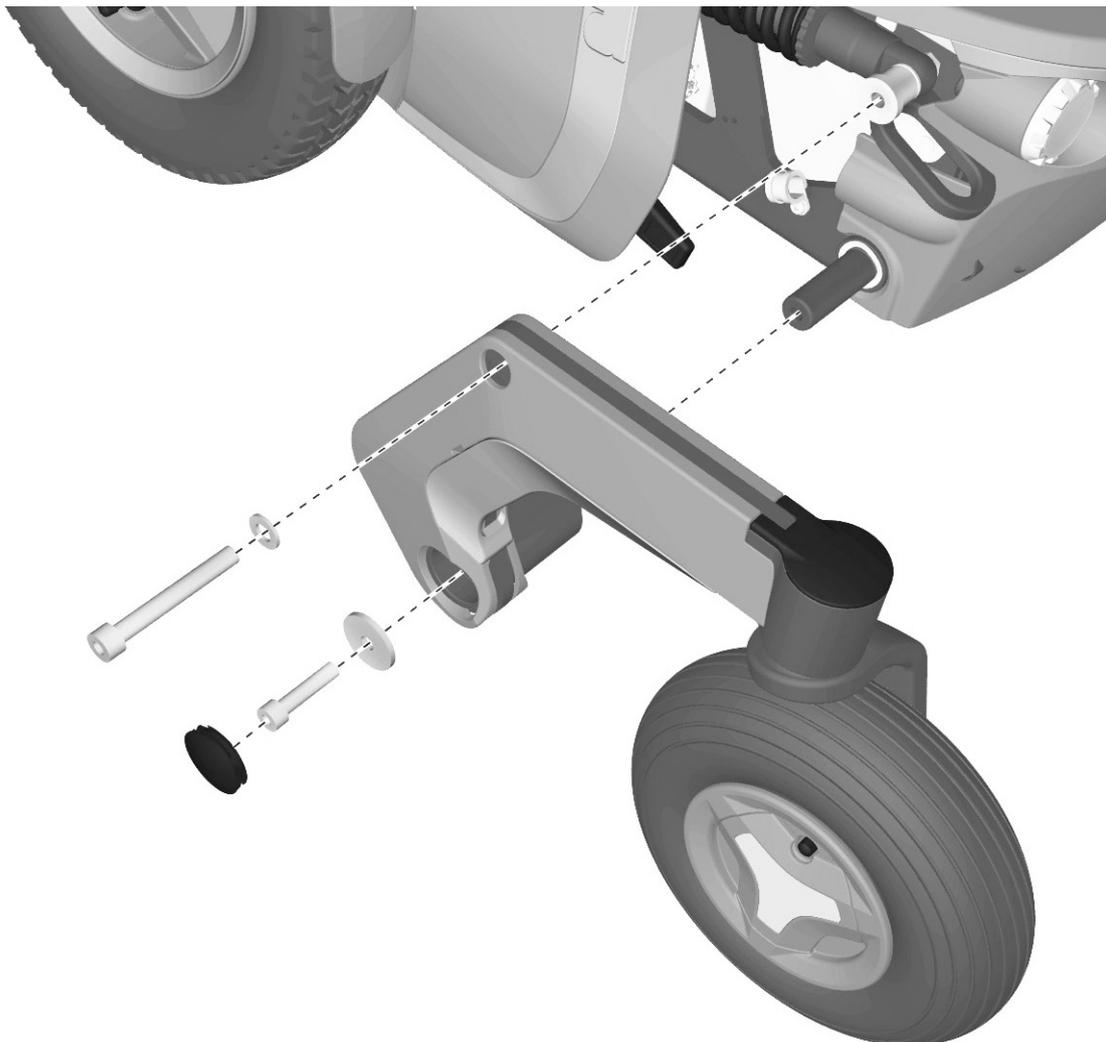

Abbildung 38. Demontage/Montage des hinteren Tragarms.
3. Stoßdämpfer vom Tragarm demontieren. Er ist mit einer Schraube und Unterlegscheibe befestigt. Siehe Abbildung. 38.
4. Abdeckung (4) vom Tragarm entfernen, indem man sie gerade herauszieht (siehe Abbildung). unten. Bei Bedarf behutsam mit einem in der Nut der Radkappe angesetzten Schraubendreher nachhelfen. Siehe Abbildung. 38.
5. Tragarm (1) demontieren. Dieser ist mit Schraube (3) und Unterlegscheibe (2) befestigt (siehe Abbildung unten) Siehe Abbildung. 38.
2. Den Tragarm (1) nur mit Handkraft auf die Achse stecken. Überprüfen, dass der Tragarm an der Achse anschlägt. Siehe Abbildung. 38.
3. Schraube (3) und Beilagscheibe (2) montieren. Siehe Abbildung. 38.
4. Stoßdämpfer an den Tragarm montieren. Er ist mit einer Schraube und Unterlegscheibe befestigt. Siehe Abbildung. 38.
5. Abdeckung (4) zur Montage auf den Tragarm gerade hineindrücken. Siehe Abbildung 38.